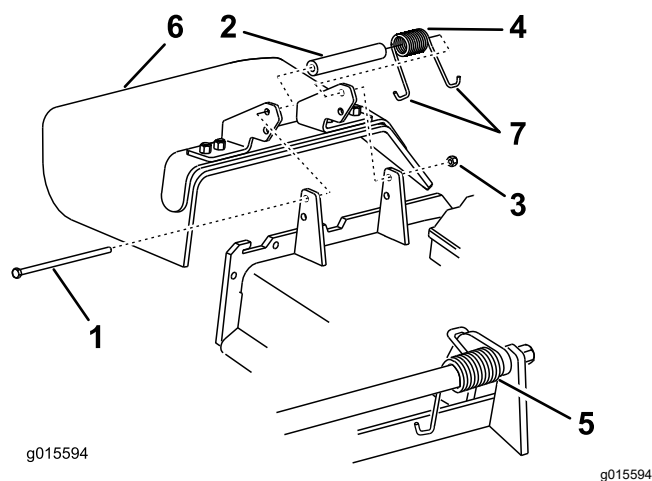

Figure 103
1. Retirez le contre-écrou, le boulon, le ressort et l'entretoise qui fixent le déflecteur aux supports de pivot (Figure 103).
2. Enlevez le déflecteur s'il est endommagé ou usé (Figure 103).
Remarque: Prenez soin de placer 1 extrémité en **J** du ressort derrière le bord du tablier avant de mettre le boulon en place, comme montré à la Figure 103.
6. Accrochez l'extrémité en **J** du ressort au déflecteur d'herbe (Figure 103).